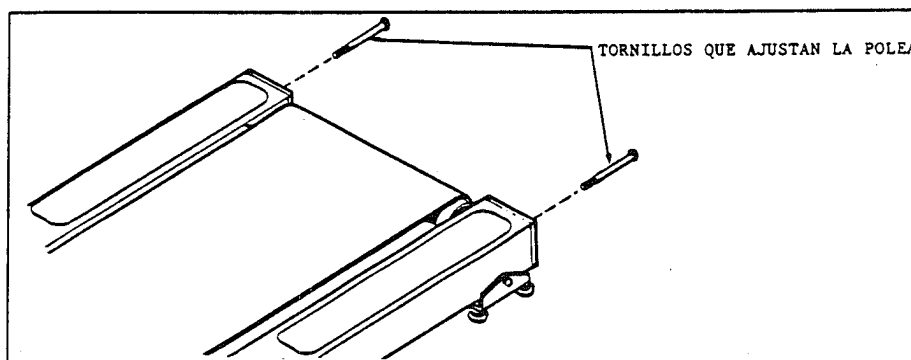

Figura 4
3. Alineamiento de la correa en las bandas sinfín MARQUETTE-Series 1800 (véase Figura 4):